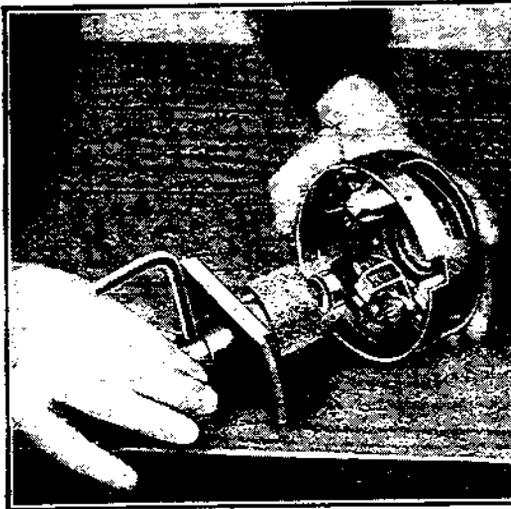
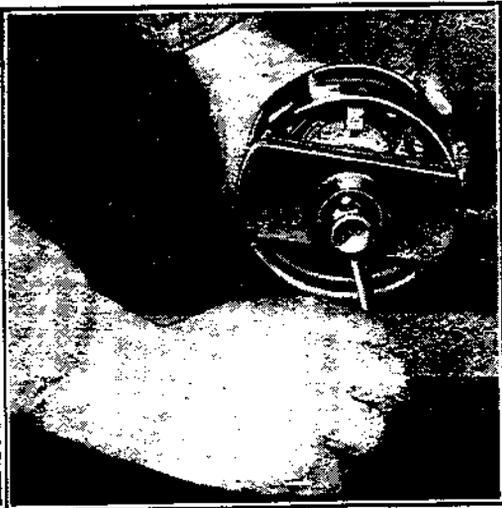

Fig. 513
Fig. 514
**1081** — Lorsque les balais sont trop usés ou ébréchés ou les ressorts cassés ou affaissés, monter des pièces neuves. Avant de monter des balais neufs, les meuler de façon à les faire porter sur une grande surface, condition indispensable au calage exact. Les meuler jusqu'à ce qu'ils aient une portée de 75 % ou davantage sur le collecteur. Se servir d'une meule spéciale. (Voir fig. 513.)
**1082** — Pour meuler les balais, les soulever des porte-balais de la manière indiquée au par. 905 et démonter la flasque côté collecteur de la manière indiquée au par. 913. Passer la meule (voir fig. 513) dans la flasque et enfoncer les balais dans les porte-balais jusqu'à ce qu'ils reposent sur la meule. Mettre les ressorts en place sur les balais pour donner la pression nécessaire. Meuler les trois balais simultanément en tournant la manivelle de la meule. (Voir fig. 514.) Il est indispensable de bien former les balais avant de monter la génératrice sur la voiture.